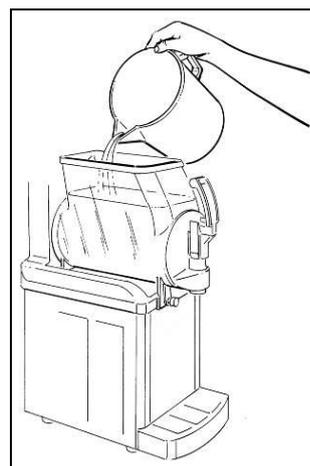

Fig. 3
- **R**iempiere la vasca con acqua tiepida (fig.3) e dopo aver riposizionato il coperchio far funzionare il mescolatore per alcuni minuti.